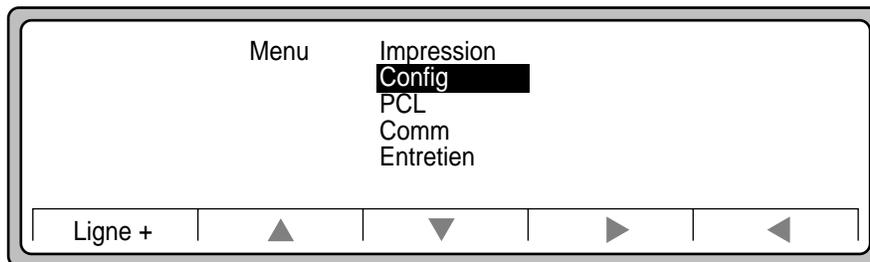

Figure 3-26 Menu Config
2. Appuyez sur ▼ pour vous déplacer sur Config (Figure 3-26).
- Appuyez sur ▼ pour vous déplacer sur l'option réserve (Figure 3-26).